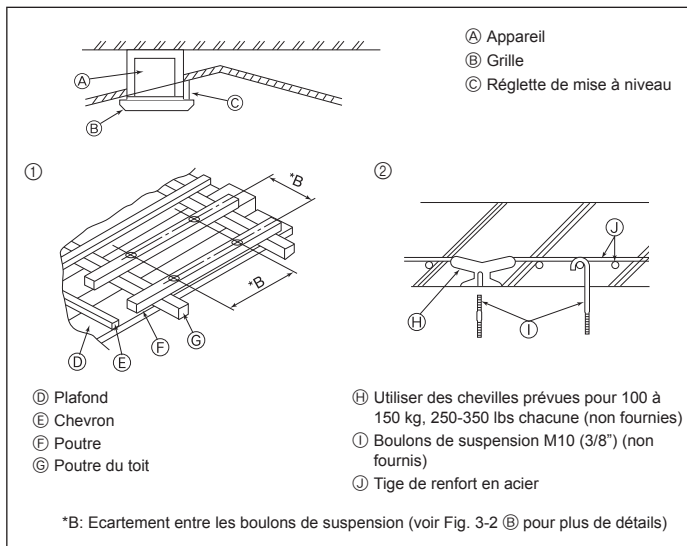
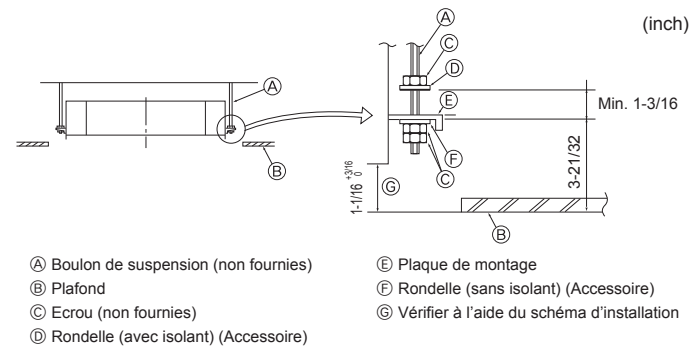

Fig. 3-4
Fig. 3-5
3.4. Structure de suspension (Construire une structure renforcée à l'endroit de suspension de l'appareil) (Fig. 3-4)
- ① Structures en bois
- ② Structures en béton armé
3.5. Méthodes de suspension de l'appareil (Fig. 3-5)